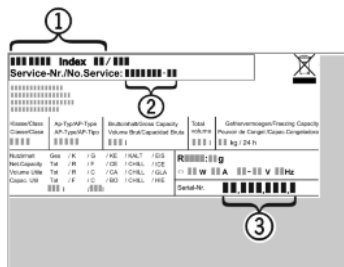

Fig. 8
► A készülék megnevezését *Fig. 8 (1)*, a szerviz- *Fig. 8 (2)* és sorozatszámot *Fig. 8 (3)* a típus-tábláról olvassa le. A típus-tábla a készülék belsejében baloldalon található.
- Értse a vevőszolgálatot a hibáról, és adja meg nekik a készülék megnevezését *Fig. 8 (1)*, a szerviz- *Fig. 8 (2)* és a sorozatszámot *Fig. 8 (3)*.